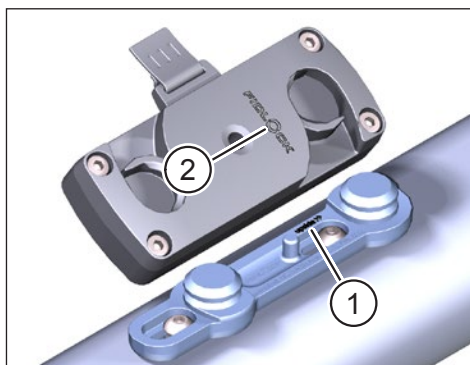

Fig. 2: Orientamento della Base FIDLOCK® Bike e del FIDLOCK® Force Connector
- Osservare la scritta incisa "**upside>>**" durante il montaggio sulla FIDLOCK® Bike Base (Pos. 1 in Fig. 2). Il bordo superiore del logo FIDLOCK® (Pos. 2 in Fig. 2) sul connettore FIDLOCK® Force deve essere rivolto nella direzione della freccia da "**upside >>**".